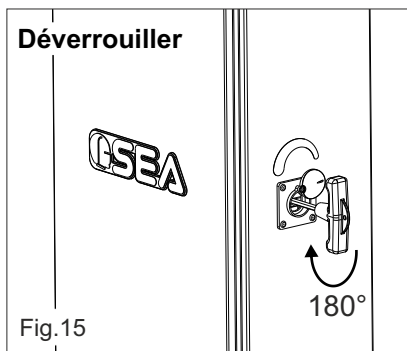

Fig.15
- Insérer la clef à T et la tourner même de 180° en sens horaire au débloquent de la lisse (Fig.15).